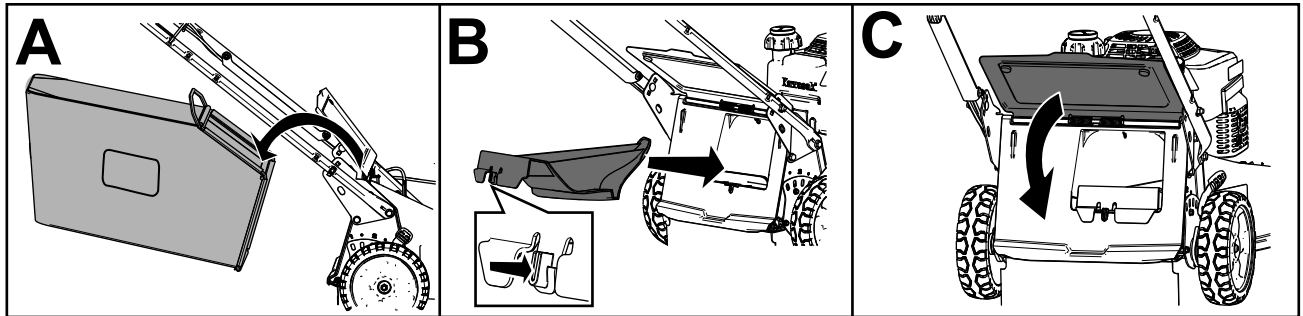

Figura 18
- Si la bolsa de recogida está instalada en la máquina, retírela (Figura 18, A).
- Si el tapón de descarga trasera no está instalado, sujételo por el asa, eleve el deflector trasero e introdúzcalo en el conducto de descarga trasera hasta que el enganche encaje en su sitio (Figura 18, B).
3. Retire la varilla de la bolsa de recogida de las muescas de la base del manillar (Figura 18, A).
4. Instale el tapón de descarga (Figura 18, B).
5. Baje el deflector trasero (Figura 18, C).